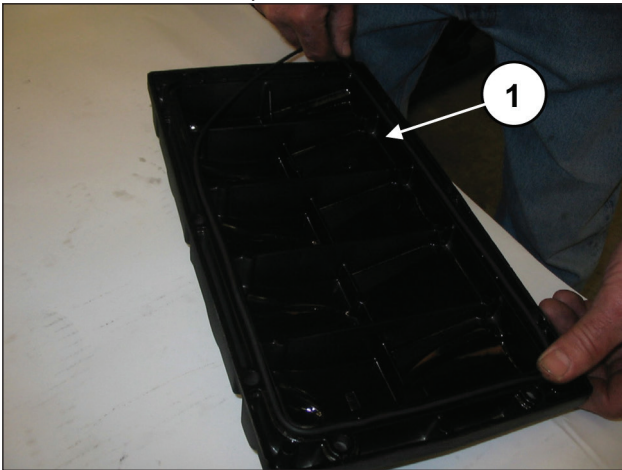
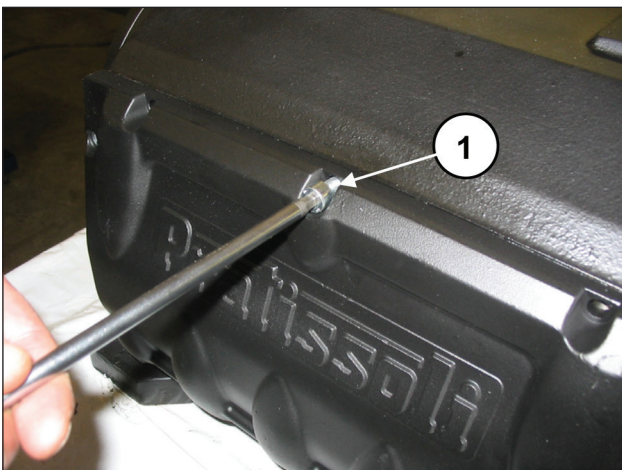

Fig. 84
Fig. 85
Insira o anel circular na tampa traseira (pos. ①, Fig. 84) e fixe-o à tampa no cárter usando os 10 parafusos M8x18 (pos. ①, Fig. 85).